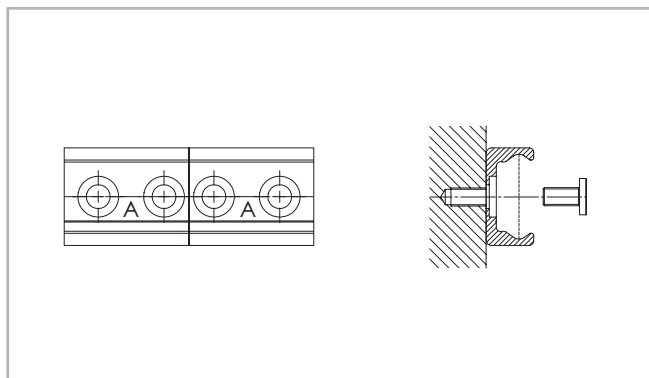

Рис. 173
- (1) Предварительно прикрепите сегменты составной направляющей к несущей поверхности, ввернув в отверстия все крепёжные винты, кроме наиболее близких к стыку;
- (2) Закрепите крепёжные винты на стыке, но не затягивайте до конца (см. Рис. 173);